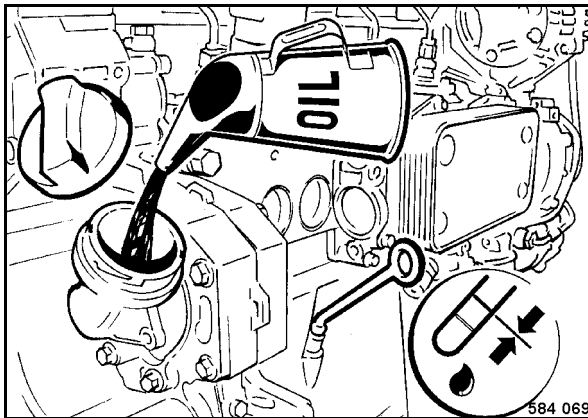

fig. 90
- Retirer la jauge d'huile (fig. 90), la nettoyer avec un chiffon propre non fibreux et l'introduire à fond.